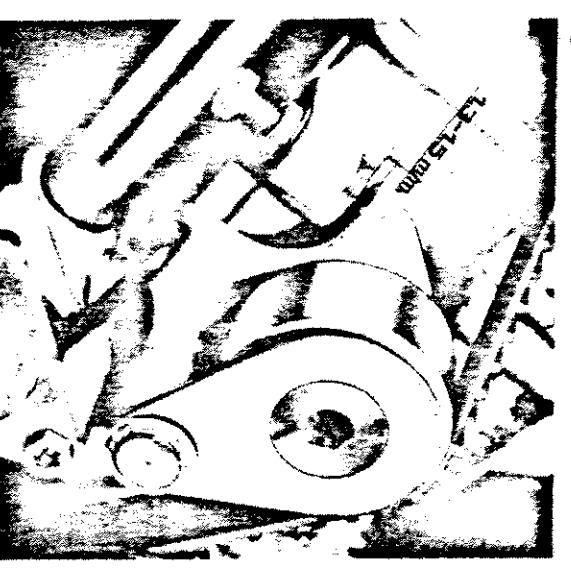
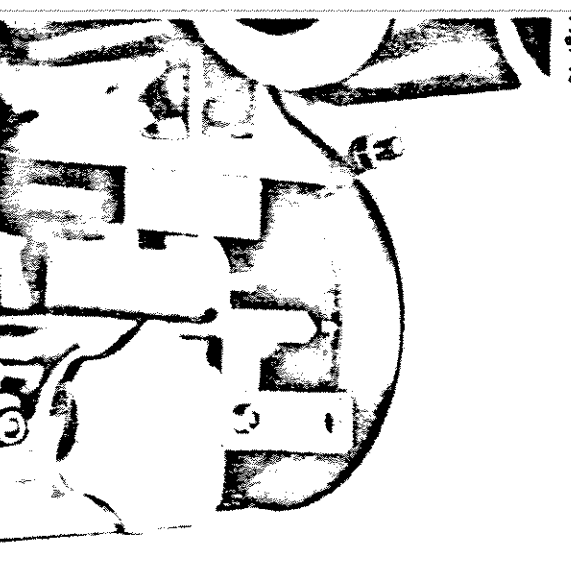

Fig. 18
Fig. 19
tore tramite una cinghia dentata. La tensione della cinghia dentata è assicurata dall'automatismo di un galoppino oscillante (fig. 18). Occorre però ispezionare periodicamente che, a motore freddo, la distanza fra la vite di registro ed il riscontro della piastra porta-galoppino sia sempre di 1.3 - 1.5 mm.
- b) gli indici di riferimento sui coperchi degli assi a camme sono allineati con i segni incisi sulle rispettive pulegge (fig. 19).
La distribution est commandée par le vilebrequin avec une courroie dentée. La tension de la courroie dentée est assurée par l'automatisme d'un poulie oscillant (fig. 18). Mais il faut contrôler périodiquement, à moteur froid, la distance entre la vis de registration et la plaque du poulie. Cette distance doit être de 1.3-1.5 mm.
- b) Les indexes de référence sur les couvercles des axes à cammes sont alignés avec les signes engravés sur les respectives poulies (fig. 19).
shaft by means of a cog belt. The stretch of the cog belt is ensured by an automatic oscillating guide pulley. (Fig. 18). (Fig. 19). It is important that one periodically checks that, with a cold engine, the distance between the adjusting screw and the guide-pulley bearing plate always be of 1.3 - 1.5 mm.
- b) The reference marks on the lids of the camshafts are lined up with the signs engraved on the respective pulleys (Fig. 19).